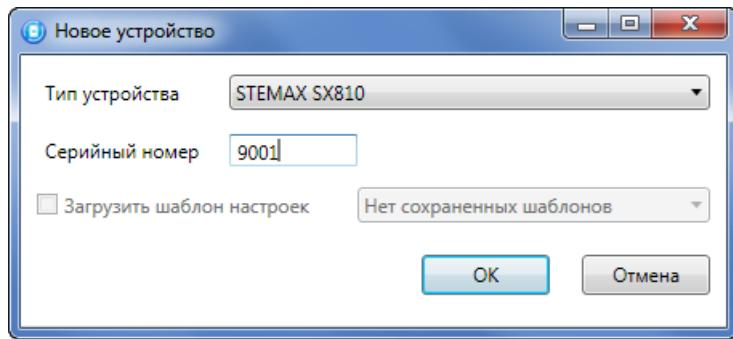

Рис. 4.6. Окно *Новое устройство*
- в открывшемся окне *Новое устройство* (Рис. 4.6):